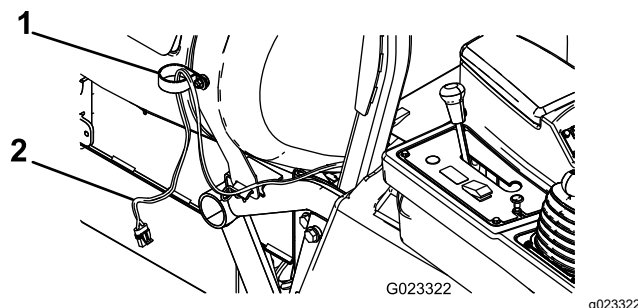

Figura 2
4. Fixați o clemă R mică la urubul de fixare cu ajutorul unei piulițe cu guler ($\frac{3}{8}$ ") aa cum se arată în Figura 2.
5. Introduceți capătul tamburului de furtun al cablului prin clemă R aa cum se arată în Figura 2.